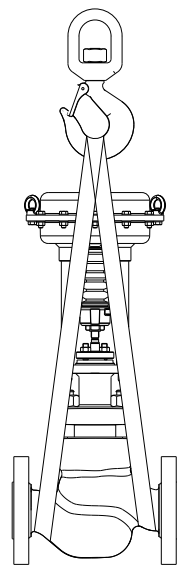

Fig. 1: Equipo de elevación
- Para levantar la válvula se debe utilizar un equipo de elevación adecuado. Este debe fijarse al cuerpo de la válvula como en la Fig. 1 no al husillo o a la estructura de accionamiento. Debe garantizarse que la válvula de control está asegurada contra caídas, vuelcos y deslizamientos.